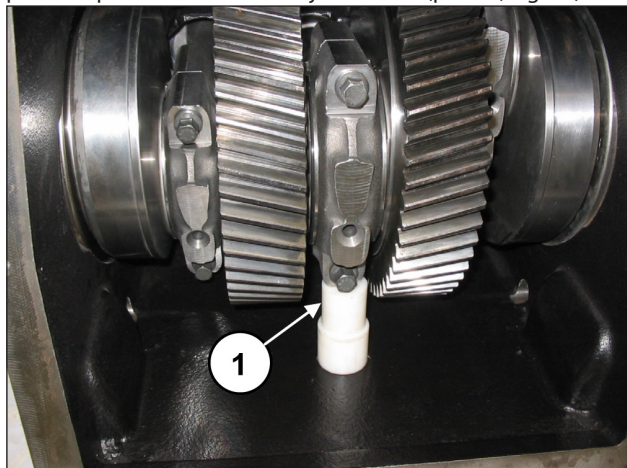

Fig. 84
Introducir un espesor debajo del cilindro de la biela central para bloquear la rotación del eje acodado (pos. ①, Fig. 84).